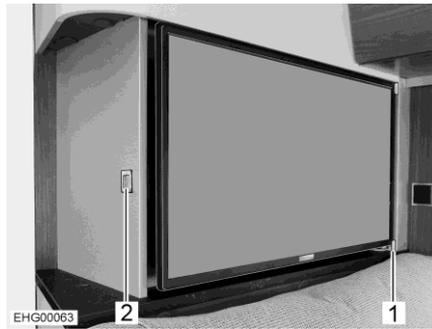

Fig. 95 Écran plat
L'écran plat est bloqué de côté par un rail de guidage (Fig. 95,1).
- Presser la touche de déverrouillage (Fig. 95,2).
- Tirer l'écran plat hors du rail de guidage (Fig. 95,1) dans la position souhaitée.
- Repousser l'écran plat jusqu'à ce qu'il s'enclenche latéralement dans le rail de guidage (Fig. 95,1).